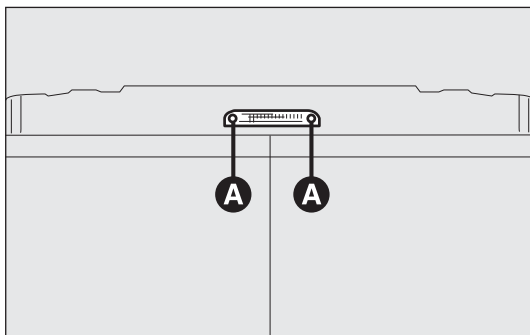

fig. 190
- svitare le due viti di fissaggio A-fig. 190;